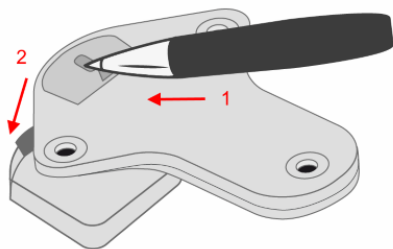

Fig. 3 – Apertura del vano batterie
Per aprire il coperchio del vano batterie utilizzare una penna a sfera. Tenere saldamente con una mano il recorder con la parte posteriore rivolta verso l'alto e premere la punta della penna nel foro (1) esercitando una forza moderata fino a sbloccare il fermo. Il coperchio del vano si apre verso il basso (2) e può essere rimosso (Fig. 3).